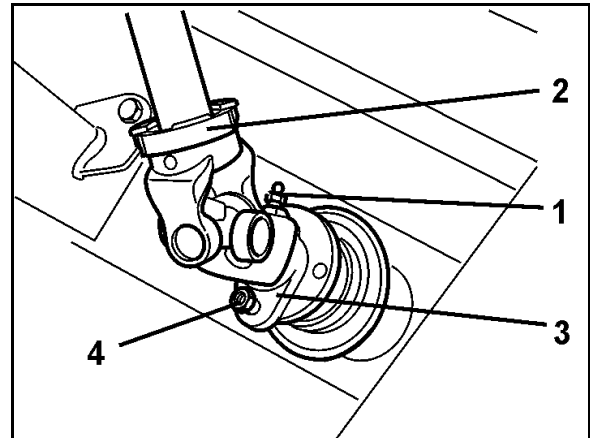

Bild 83
1. Lossa smörjnippeln (Bild 83/1) i ledgaffeln (Bild 83/2) på kraftöverföringsaxeln.
2. Skruva loss brytbulten (Bild 83/4) mellan kraftöverföringsaxelns gaffelfläns (Bild 83/3) och kragen på växellådans ingående axel.